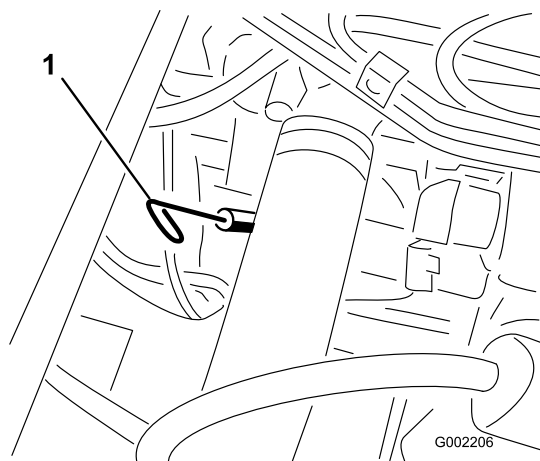

図 39
2. 助手席の下にあるディップスティックを抜き、ウェスで一度きれいに拭く (図 39)。ディップスティックを、チューブの根元までもう一度しっかりと差し込む。ディップスティックを引き抜いて油量を点検する。
13. オイル補給口のキャップを取り、所要量の約 80% のオイルを補給口から入れる(図 39)。